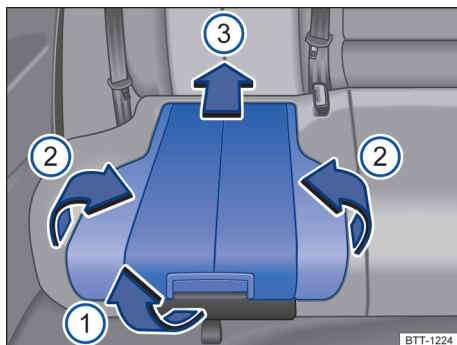

Fig. 60 Cadeira de criança integrada: posicionar o estofamento e o apoio do banco.
- Puxar o estofamento do banco na alavanca de destravamento → Fig. 60 ① para frente no sentido da seta.
- Pressionar o estofamento do banco → Fig. 60 ③ para trás no sentido da seta até engatar.
- Rebater os dois apoios laterais do banco → Fig. 60 ② para cima no sentido da seta.